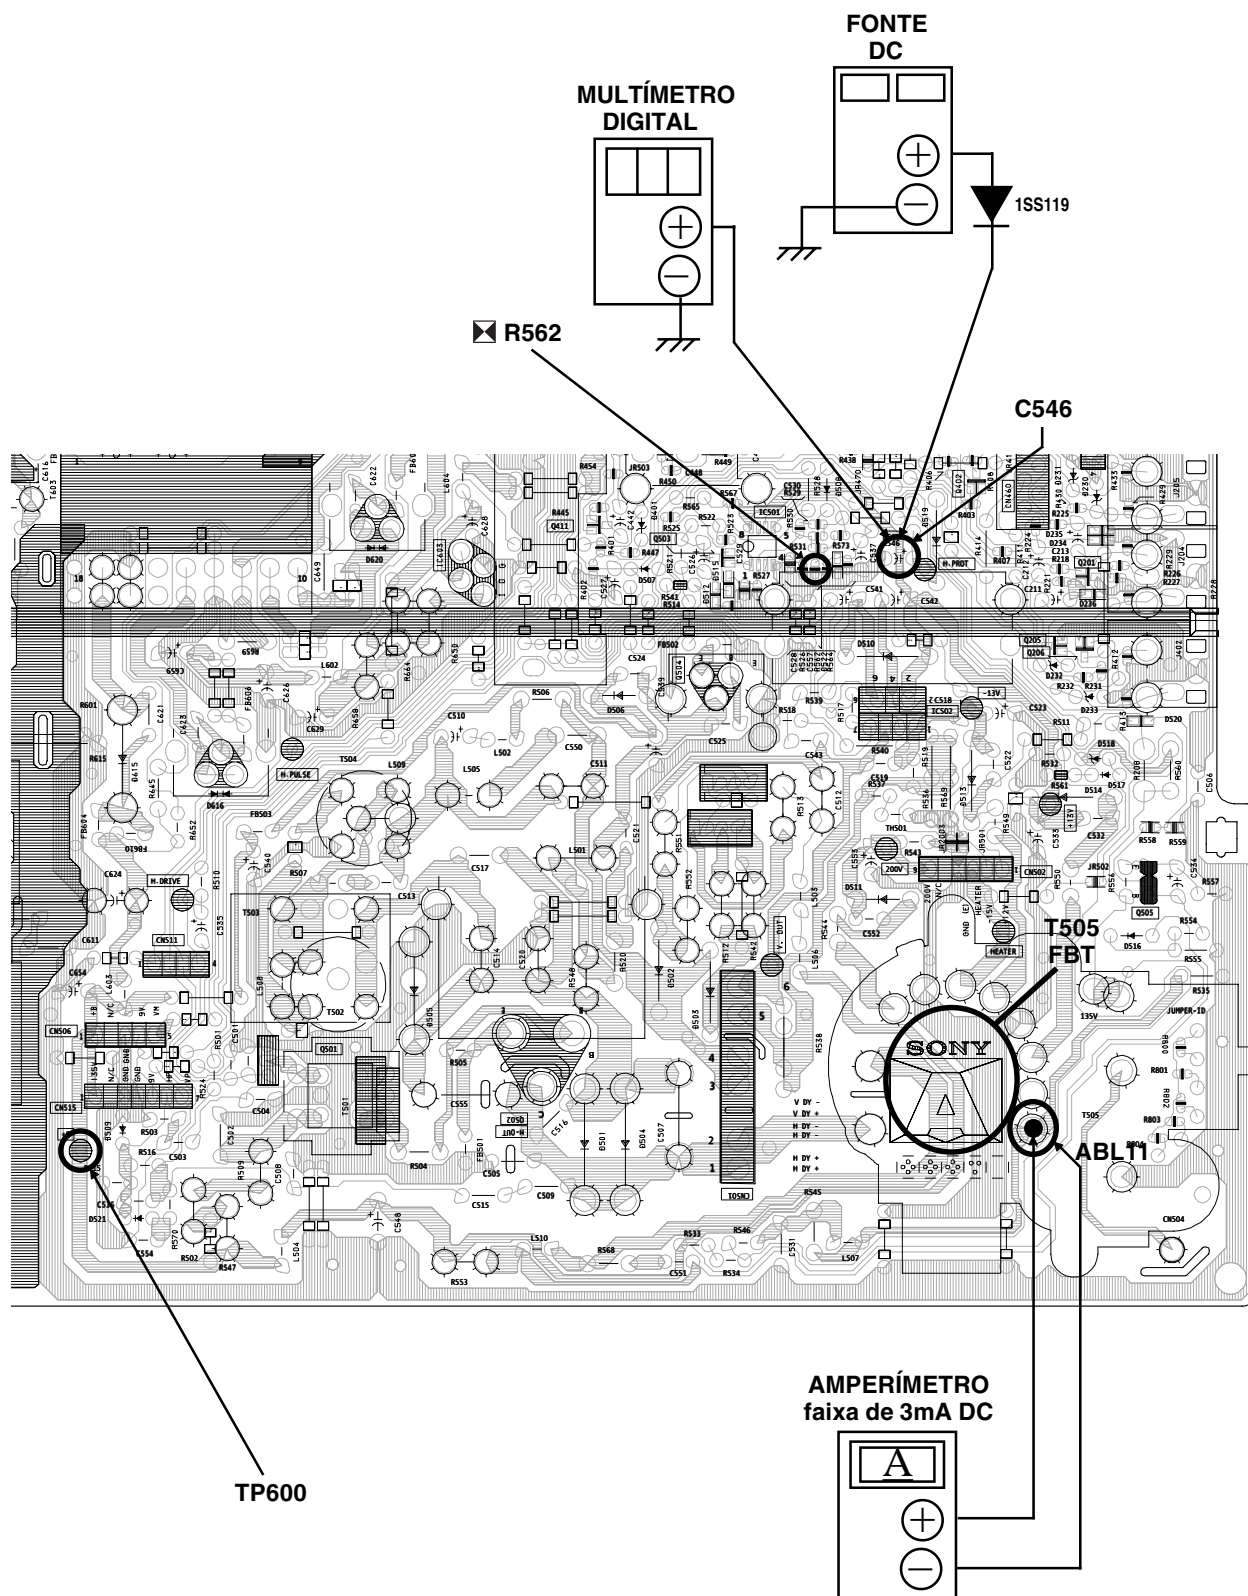

Figura 1
1. Conecte um medidor de corrente entre o pino 11 do FBT (T505) e a ilha (PWB land) onde o pino está normalmente preso. (Veja a figura 1 na próxima página)